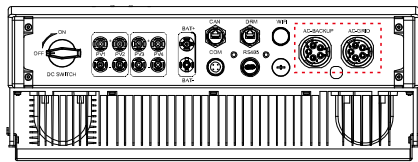

Figura 4.16 Conector de CA conectado al inversor
C) Conecte el conector de CA al inversor. Después, apriete el conector de CA en el sentido de las agujas del reloj hasta que escuche un clic, lo que indica que la conexión se ha realizado correctamente (consulte la figura 4.16).